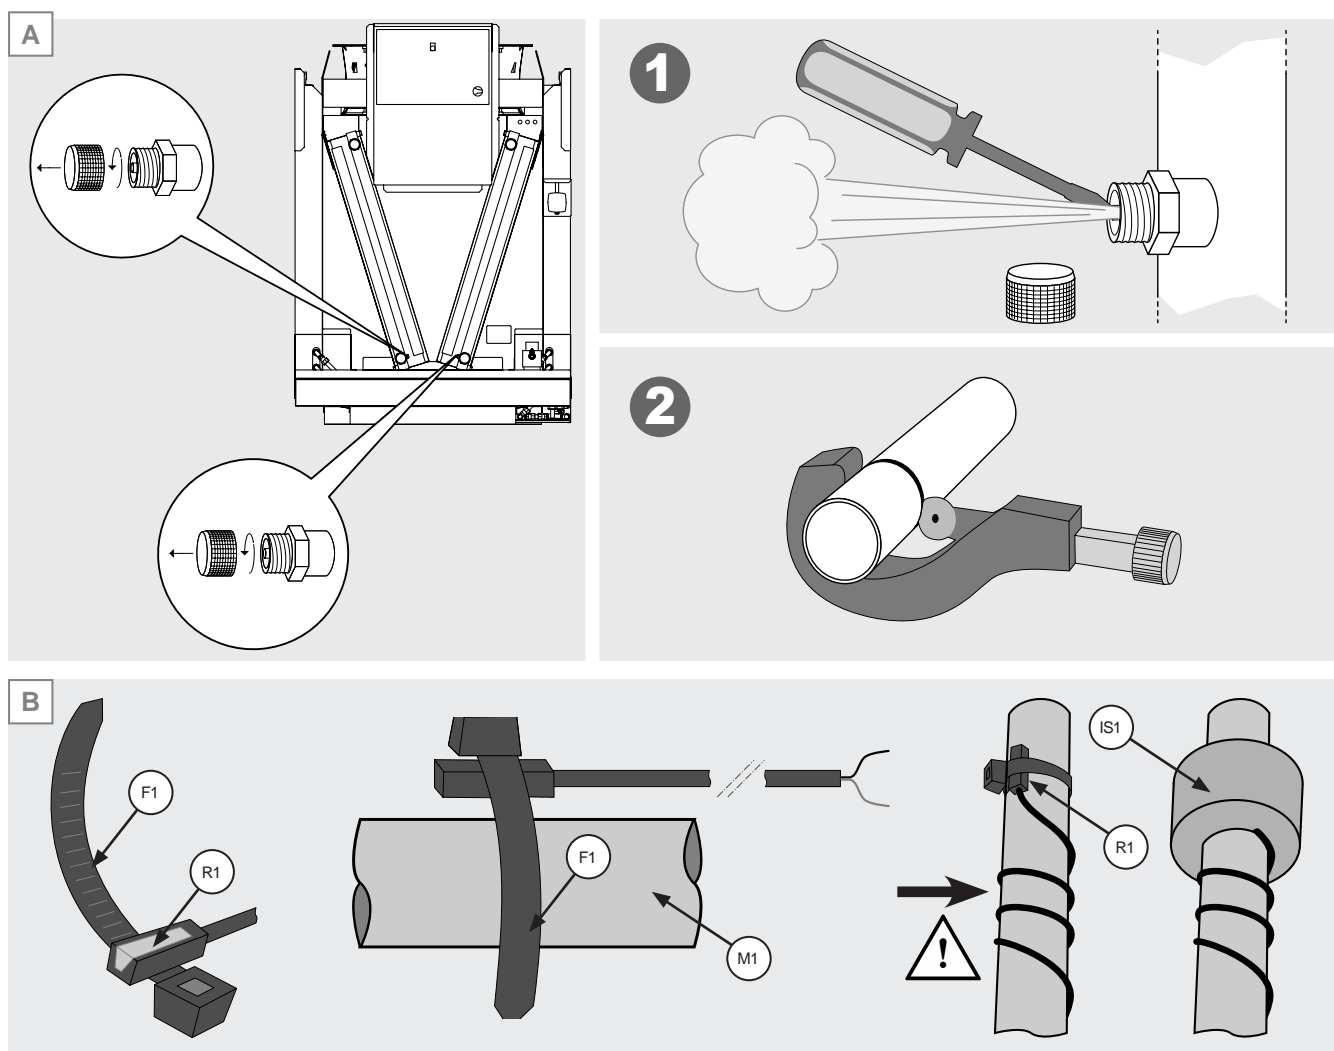

Abbildung 11
- 6.13 Vor dem Durchtrennen der Eintritts- und/oder Austrittsmuffen (Modelle AVK, AVS) den Vorladedruck (ca. 2 bar) aus dem Wärmetauscher ablassen. Siehe Abbildung 11 A.
- 6.14 Nur für Gaskühlermodelle: Die Montage der Temperaturfühler an den Austrittsmuffen der Wärmetauscher ist Sache des Kunden. Die Fühler bestehen aus einer Klemme (F1), die den Fühler (R1) trägt: die Klemme muss an der Muffe (M1) befestigt werden und das elektrische Kabel (C1) muss mit 2 Spulen auf das Rohr selbst gewickelt werden. Die Sonde ist mit einer geeigneten Isolierung (IS1) thermisch zu isolieren. Siehe Abbildung 11 B.